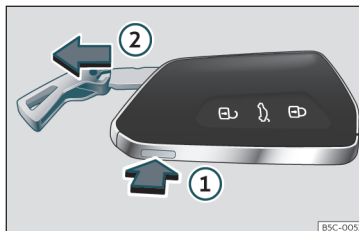

Fig. 75 Llave del vehículo: extraer el espadín.
- Si pulsa una vez el botón »» fig. 75 ① se desbloquea el espadín y aparece una argolla a modo de llavero.
- Mantenga pulsado el botón ① y al mismo tiempo tire de la argolla en la dirección de la
flecha >>> **fig. 75** ② para extraer completamente el espadín.